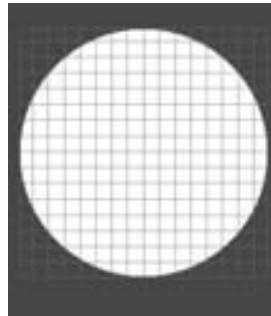

图 2-43 改变后的板形
- 02 选中刚才绘制的圆，然后选择“设计”→“板子形状”→“按照选择对象定义”菜单命令，电路板将变成圆形，如图 2-43 所示。